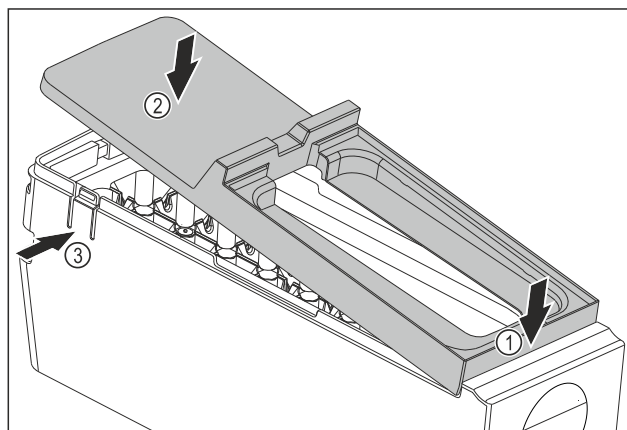

Fig. 86
- Monter dekselet til hoveddelen til EasyTwist-Ice: Fest dekselet foran. Fig. 86 (1)
- Senk dekselet bak. Fig. 86 (2)
- ▷ Dekselet går hørbart i inngrep i begge tappene Fig. 86 (3).